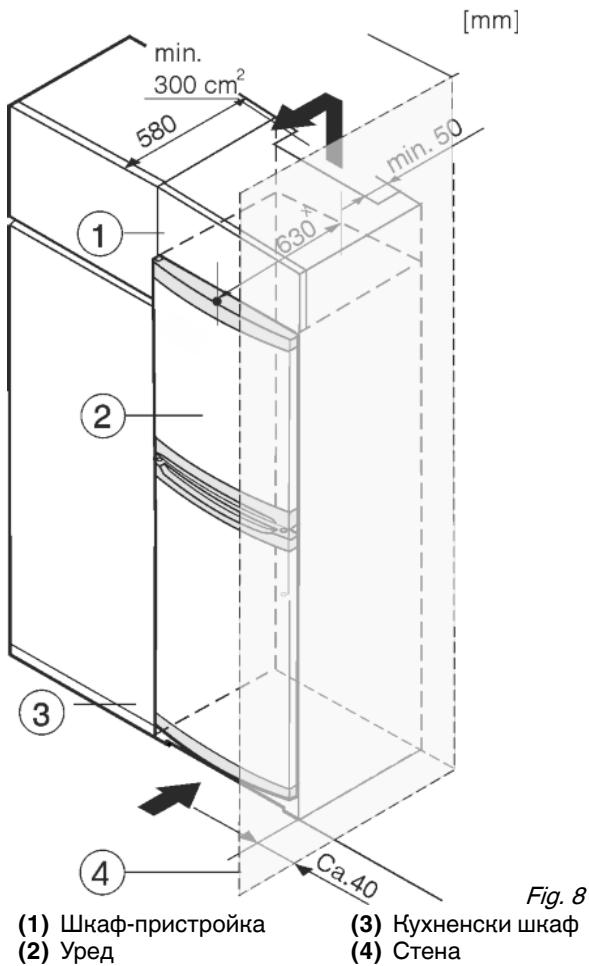

Fig. 8
Уредът може да е обграден с кухненски шкафове. За да изравните височината на уреда Fig. 8 (2) с височината на вградената кухня, над уреда може да се постави шкаф-пристройка Fig. 8 (1).
При обграждане с кухненски шкафове (дълбочина макс. 580 mm) уредът може да се постави непосредствено до кухненския шкаф Fig. 8 (3). Отстрани уредът е издаден на 34 mm ^x, а в средата на уреда – на 50 mm ^x спрямо челото на кухненския шкаф.
Когато уредът се поставя с пантите до стена Fig. 8 (4), разстоянието между уреда и стената трябва да е поне 40 mm. Това отговаря на разстоянието, с което дръжките стърчат при отворена врата.